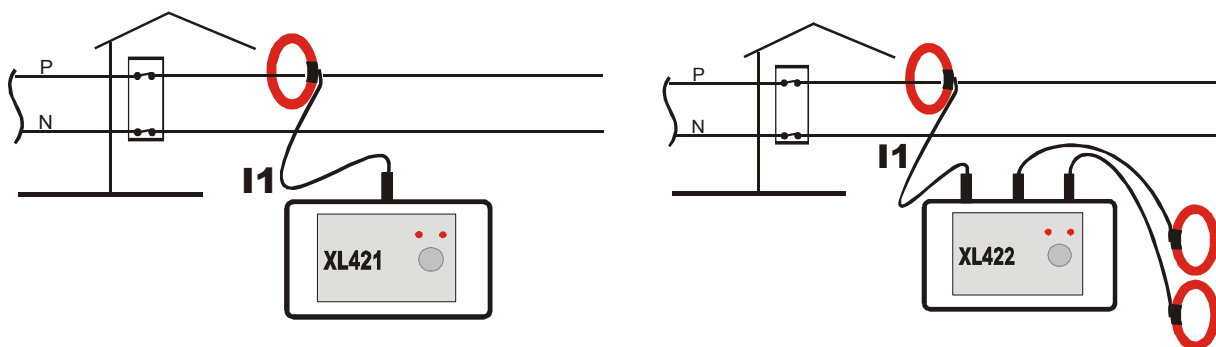

Abb. 1: I Anschluss in einer 1- PHASEN ANLAGE
2. Öffnen Sie die flexible Stromschleife durch das Drücken auf die vorgesehenen Stellen (siehe Abb. 1).